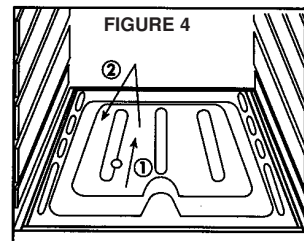

FIGURE 4
Enlevez tous les accessoires de l'intérieur du four, puis soulevez la plaque inférieure et tirez-la vers vous pour la démonter afin d'accéder au brûleur. Voir figure 4. Démontez le brûleur en dévissant la vis hexagonale (1) située à l'avant de celui-ci avec une clé à pipe ou une douille de 7 mm et tirez vers vous la rampe (2). Voir figure 5.